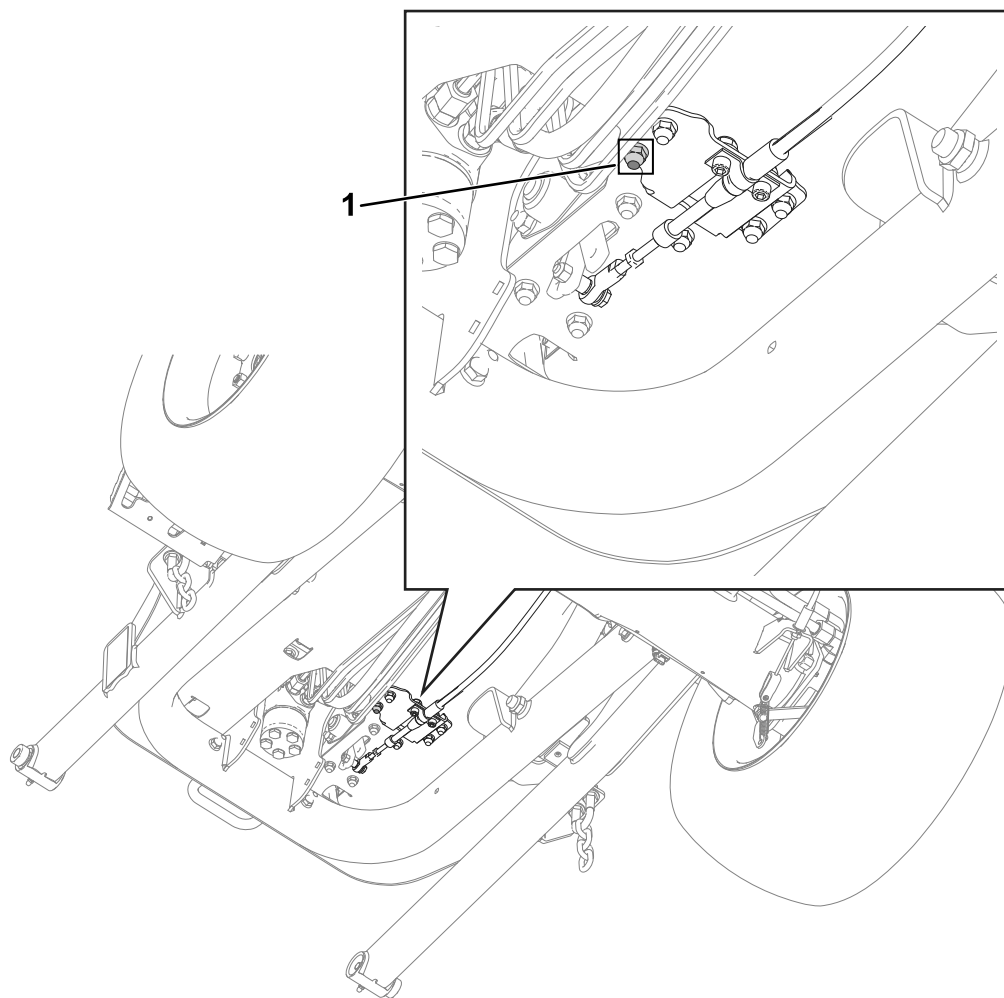

Figure 4
5. Retirez les boulons et les écrous du support du câble de déplacement, comme montré à la Figure 4.